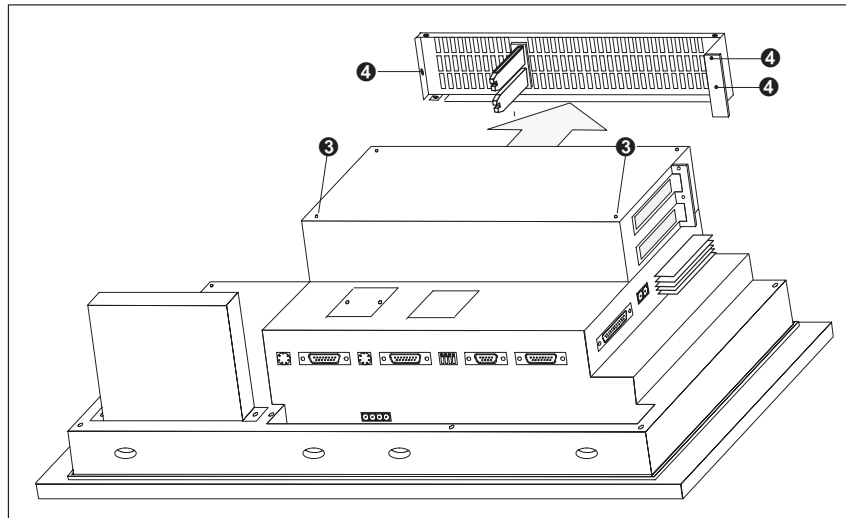

Bild 18-2 Seitenteil abnehmen
4. Befestigen Sie das AT-Erweiterungsslot mit nur zwei der vier beiliegenden Schrauben ④ am OP (Bild 18-2).
5. Lösen Sie die drei in Bild 18-2 gekennzeichneten Schrauben ④ und nehmen Sie das Seitenteil ab.